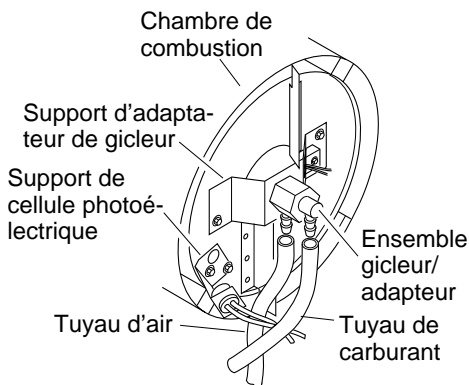
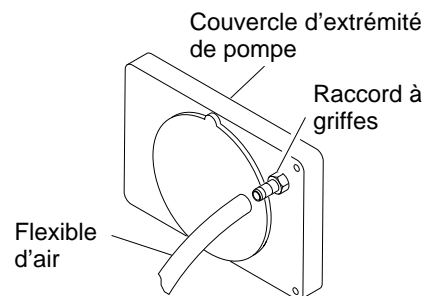

Figure 17 - Dépose des flexibles des conduites de combustible et d'air (modèles B35CEH et B70CEH uniquement)
Figure 22 - Flexible d'air au raccord à griffes
14. Remettre la cellule photoélectrique dans son support. Acheminer les fils comme illustré à la figure 17, 18 ou 19, page 12.
- Enlever les flexibles des conduites de combustible et d'air du gicleur (voir figure 17, 18 ou 19).
- Vérifier que les flexibles des conduites de combustible et d'air ne sont ni fendillés ni troués. Si le flexible de combustible est endommagé, le débrancher de l'adaptateur de gicleur (voir figure 17, 18 ou 19) et du filtre à combustible (voir page 9). Si le flexible d'air est endommagé, le débrancher de l'adaptateur de gicleur (voir figure 17, 18 ou 19) et du raccord à griffes du couvercle d'extrémité de la pompe (voir figure 22).
- Installer une conduite d'air et/ou de combustible neuve. Raccorder une extrémité du flexible d'air au raccord à griffes du couvercle d'extrémité de la pompe (voir figure 22) et l'autre à l'adaptateur de gicleur (voir figure 17, 18 ou 19). Raccorder une extrémité du flexible de combustible au filtre à combustible (voir page 9) et l'autre à l'adaptateur de gicleur (voir figure 17, 18 ou 19).
Pour les modèles B35CEH et B70CEH, acheminer les conduites de combustible et d'air à peu près comme illustré à la figure 17.